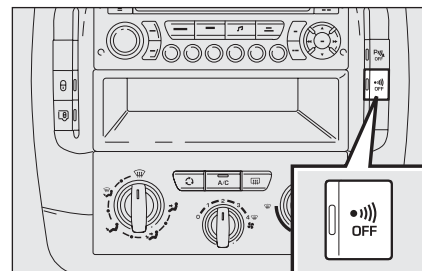

fig. 7a
- ☐ Druk binnen 10 seconden op de knop **fig. 7a** en houd de knop ingedrukt totdat het bewakingslampje permanent gaat branden.